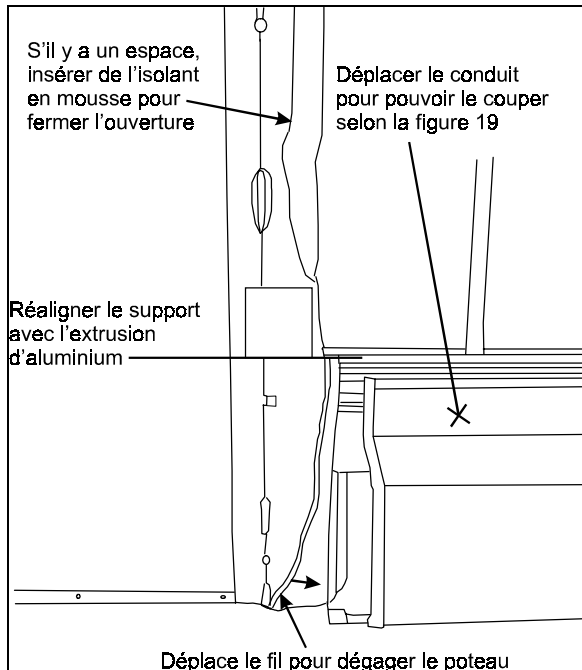

FIGURE 14
1. Retirer et jeter le bout de conduit (voir la figure 14).
3. S'assurer que le mur de 1/2" est étanche, s'il y a un espace, insérer de l'isolant en mousse pour fermer l'ouverture (voir la figure 14).